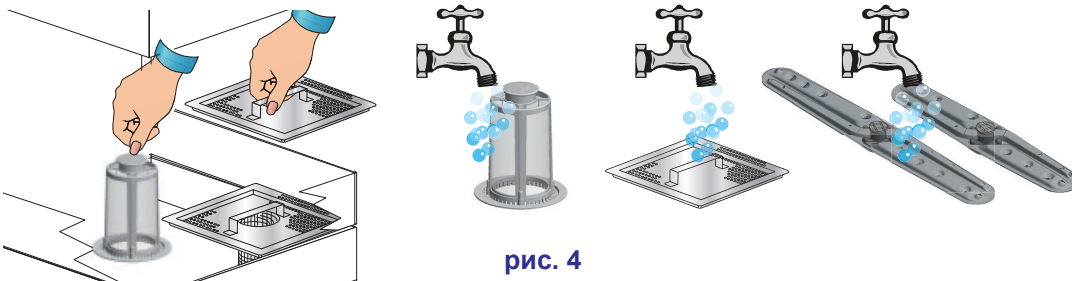

рис. 4
- Снимите фильтр насоса и промойте его щеткой под струей воды (см. рис. 4).
- Извлеките рукава, ослабив крепежные винты, и тщательно очистите их, а также форсунки для мойки и ополаскивания под проточной водой (см. рис. 4).